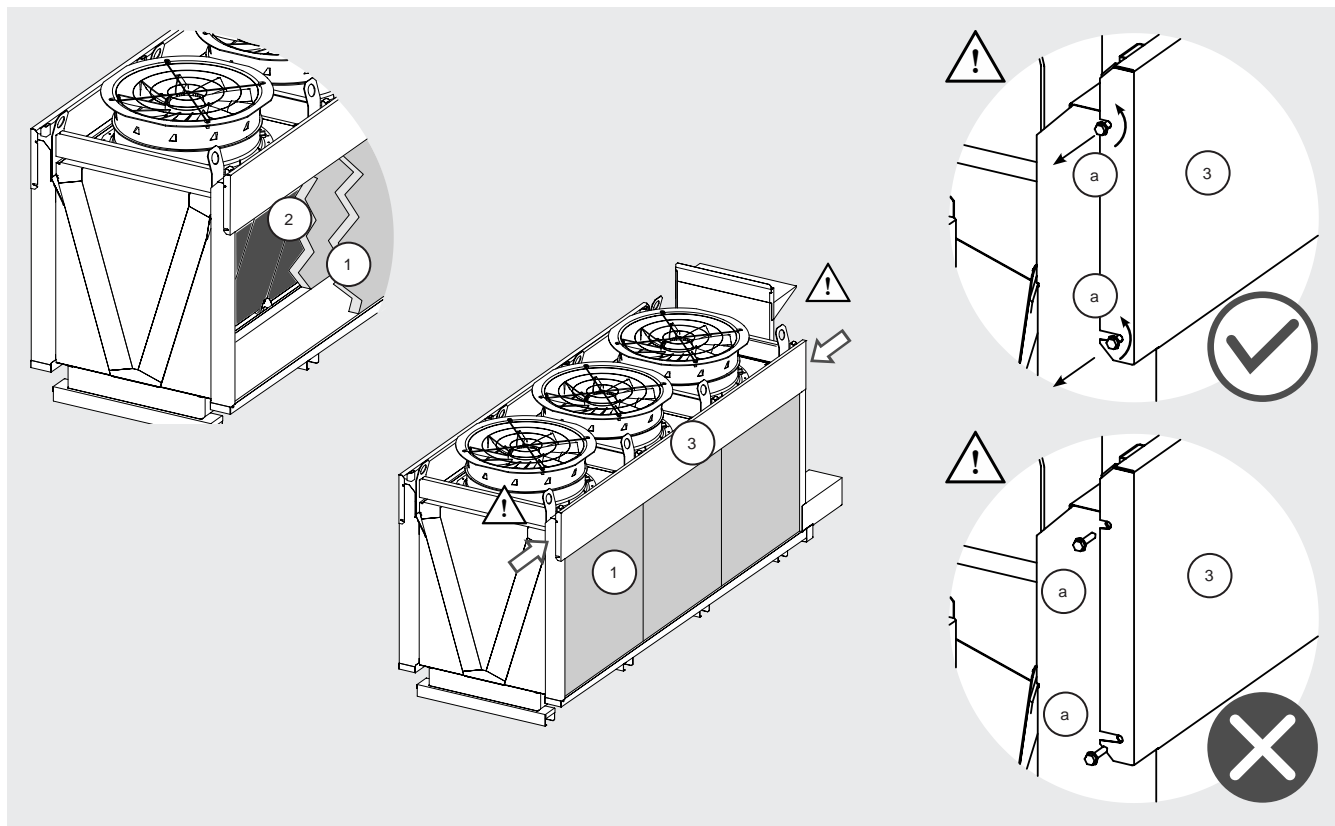

Figura 20
- 12.11.6 Para limpiar o sustituir los paneles, retire primero los paneles exteriores (1) y después los interiores (2). Véase la Figura 20.
- 12.12.4 Desenrosque los tornillos que fijan la tapa (3) del compartimento de boquillas según la Figura 20. Abra el compartimento de boquillas levantando la tapa (3) como se ve en 12.11.8.